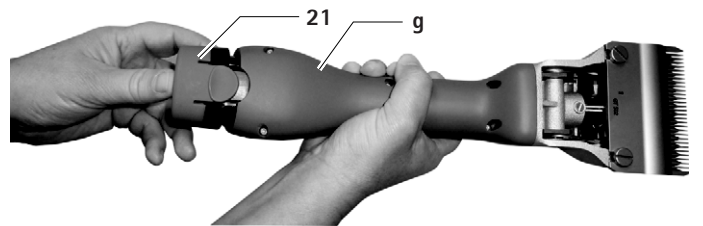

図 2
- ▶ リチウムイオンバッテリー 21 を引き抜き、充電するか充電済みのリチウムイオンバッテリー GT641 (31NR19/66-1) を充電式ヘアカッター g に入れます参照先 図 2。